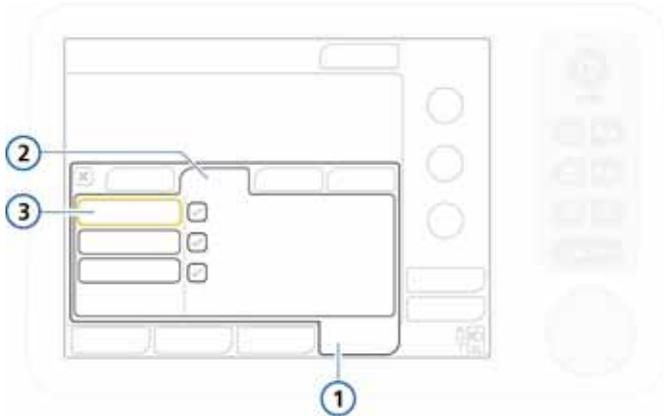

図 5-11. テスト&校正ウィンドウ、リークテスト
2. [システム] -> [テスト&校正] ウィンドウで、[リークテスト] を選択します。図 5-11 を参照してください。